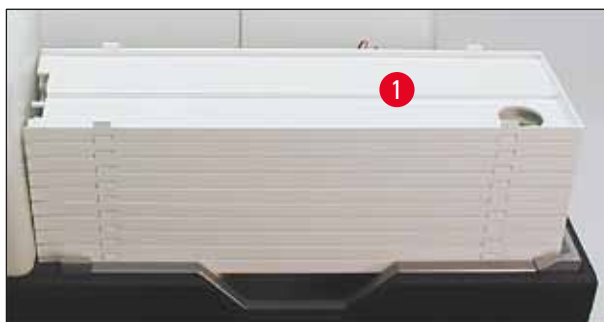

Fig. 42
- Placera brickstapeln (→ "Fig. 42-1") på utmatningsstationens lyftbord (→ "Fig. 42").